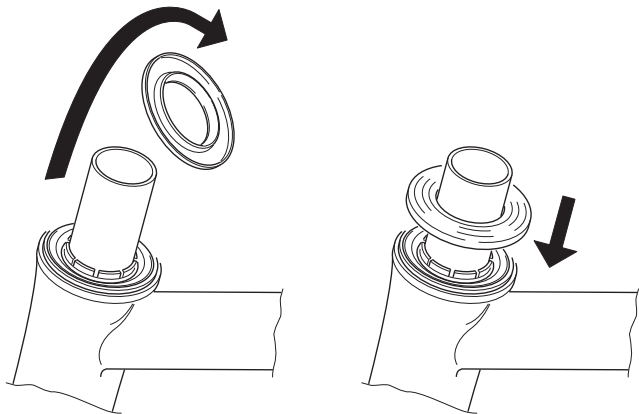

Fig. 8
- GB** • After having installed the upper cone race (K), remove the cone cover, turn it right side up and place it over upper headset cup as illustrated on figure 8.
- D** • Nachdem der obere Konus in die richtige Stellung gebracht wurde, den Konusdeckel abnehmen, ihn umdrehen und wie in Abb. 8 dargestellt in seiner normalen Arbeitsposition montieren.
- F** • Une fois que le cône supérieur est en place, enlever son couvercle et le remonter sur le pivot de la fourche dans sa position de fonctionnement normale, comme le montre la figure 8.
- NL** • Na de bovenste cup gemonteerd te hebben, verwijdert u de kogellager cover, draai hem om en plaats hem over de bovenste balhoofdcup, zoals afgebeeld is in fig. 8.